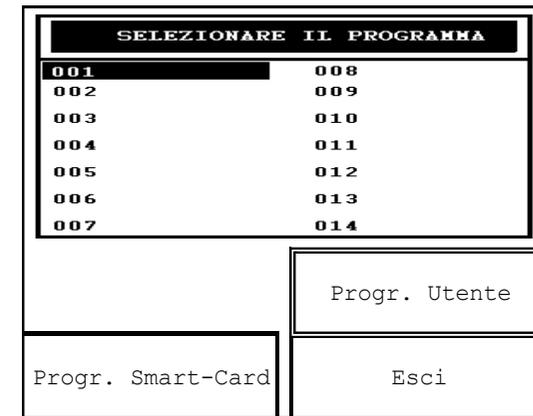

Fig. 9
1. premendo il tasto funzione relativo al pulsante CREA PROGRAMMA in corrispondenza della schermata di fig. 5, compare la schermata principale del pulsante CREA PROGRAMMA (vedi fig. 9).